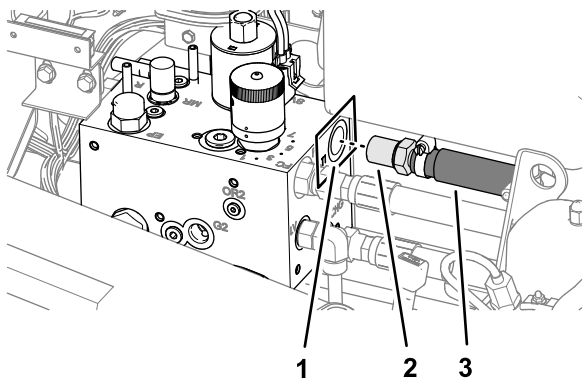

Рисунок 45
1. На коллекторе привода барабана отсоедините прямой штуцер шланга линии возврата маслоохладителя от отверстия "Т" коллектора (Рисунок 45).